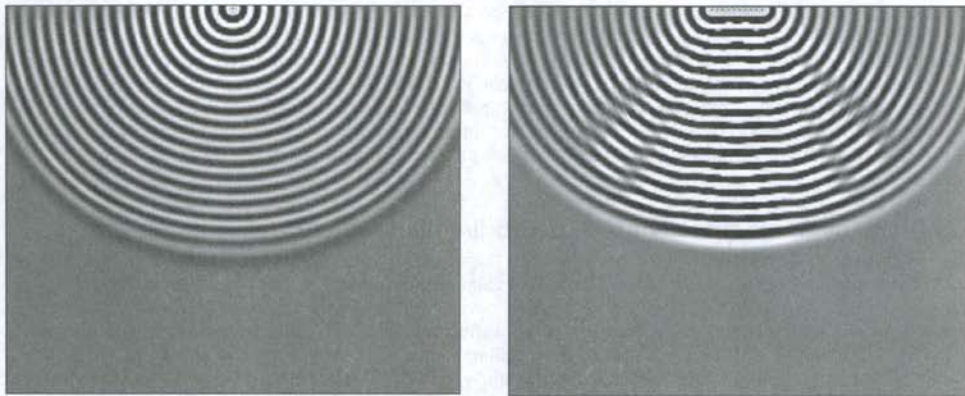
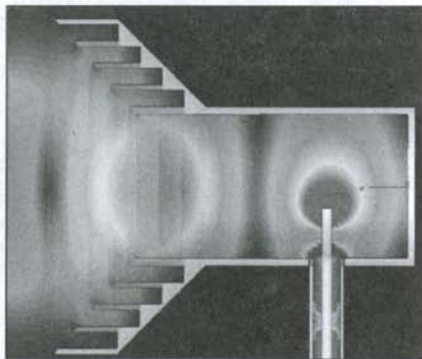

Fig. 2 Wave source visualization -- Point source (left), multipoint source (right)
Fig. 3 Near electric field (time snapshot) of a corrugated horn antenna
Ein anodisierter schwarzer Kühlkörper wurde verwendet, siehe Abb. 3. Die Größe ist 240 x 270mm. Der thermische Widerstand beträgt 0.315 bei 400W Wärmeverlustleistung und 0.537 bei 100 Watt. Der Abstand der Kühlrippen, die Anzahl und Höhe sind ebenfalls wichtige Faktoren bei der Auswahl. Schwarze Farbe oder Anodisierung verbessert die Kühlung ebenfalls. Es ist besser einen breiteren als längeren Kühlkörper zu verwenden. Die breite Seite befindet sich lotrecht zum Luftstrom. Wenn man die Breite um den Faktor 2 erhöht, vergrößert sich die mögliche Wärmeverlustleistung um den Faktor 2. Aber wenn man die Länge des Kühlkörpers um den Faktor 2 erhöht, erhöht sich die Wärmeverlustleistung nur um den Faktor 1.4.
- Abb. 2 *Komplette PA mit 4 Modulen und Schaltplatine*
- Abb. 3 *PA mit Kühlkörper*
According to Huygen's Principle, the electromagnetic field at a given point is the superposition of spherical wavelets originating from a surface located between the given point and the source. This means that the feed aperture appears as multiple point-sources of spherical waves with specific magnitudes and phase. See Fig. 2. This phenomenon is partly responsible for efficiency degrading, divergent rays being reflected by the dish. For a given, fixed feed size, this efficiency degrading is continuously proportional to dish reflector size with a larger dish being less affected. Taking this into account, it requires that the feed be a good point-source of spherical waves. Application of Huygen's Principle to an actual feed helps to clarify this. See Fig. 3, which depicts the propagation of an electric field within a corrugated horn antenna, commonly used as a primary feed. More information on Huygen's Principle can be found in our reference [4].